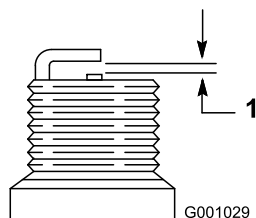

Figura 39
4. Setezi spațiul dintre electrozi pe o nouă bujie la 0,76 mm conform (Figura 39).